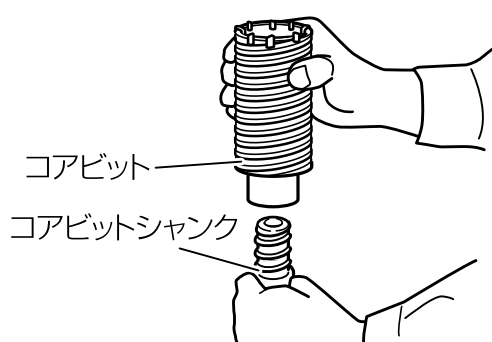

図 12
- (1) コアビットシャンクにコアビットを取付けます。(図 12)